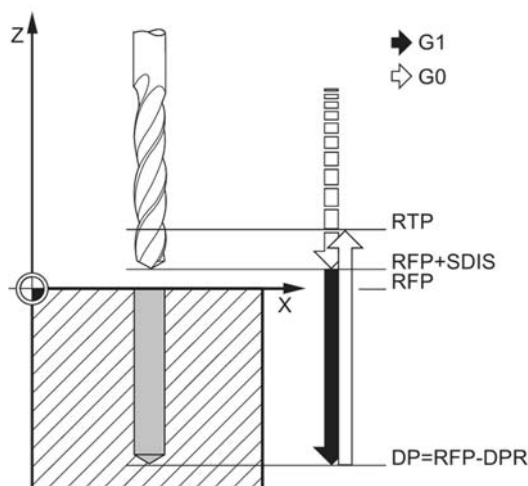

Рисунок 4.1 – Параметры цикла CYCLE81
**Сверление, центрование – CYCLE81 (рисунок 4.1).**